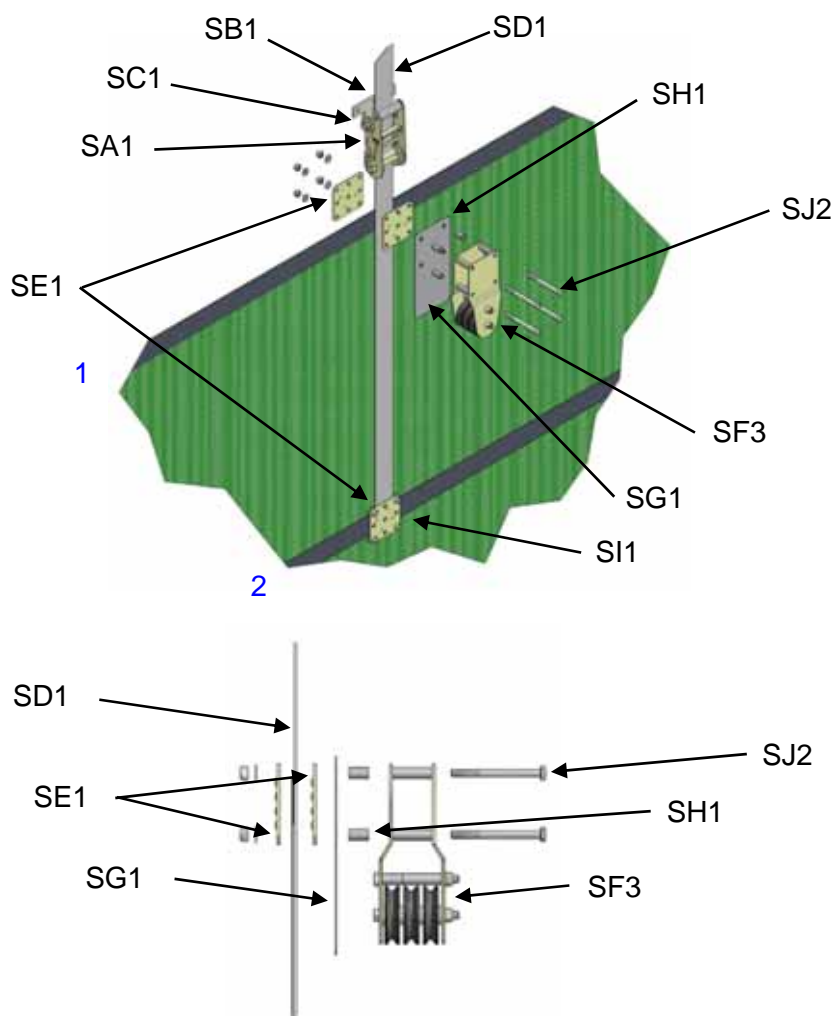

Abbildung 29
8.6 Ersetzt Abschnitt 5.2: Bringen Sie das Klinkenrad (SA1) mit den im Lieferumfang enthaltenen M12 x 90 mm Schrauben (SC1) an der Klinkeradhalterung (SB1) an. Die Standardmontage der Klinkenradhalterung ist in Abbildung 29 dargestellt, sie kann aber auch umgekehrt erfolgen, falls der senkrechte Montageplatz beschränkt ist. Verankern Sie die Vorrichtung mit drei Befestigungselementen mit einer Mindestgröße von 8 mm im Gebäude.
8.7 Ersetzt Abschnitt 5.3: Siehe Abbildung 29: Befestigen Sie den senkrechten Gewebegurt (SD1) mit den im Lieferumfang enthaltenen Klemmplatten (SE1) und M8 x 20 Schrauben (S11) an dem zweiten an der Tor nach unten führenden Gurt. Wiederholen Sie dies am oberen Gurt, verwenden Sie hierfür aber die mitgelieferten M8 x 90 Schrauben (SJ2) und beziehen Sie die Drahthalterung (SF3), die Abstandhalter (SH1) und das Schutzpad für die Drahthalterung (SG1) mit ein. Führen Sie das Gewebe